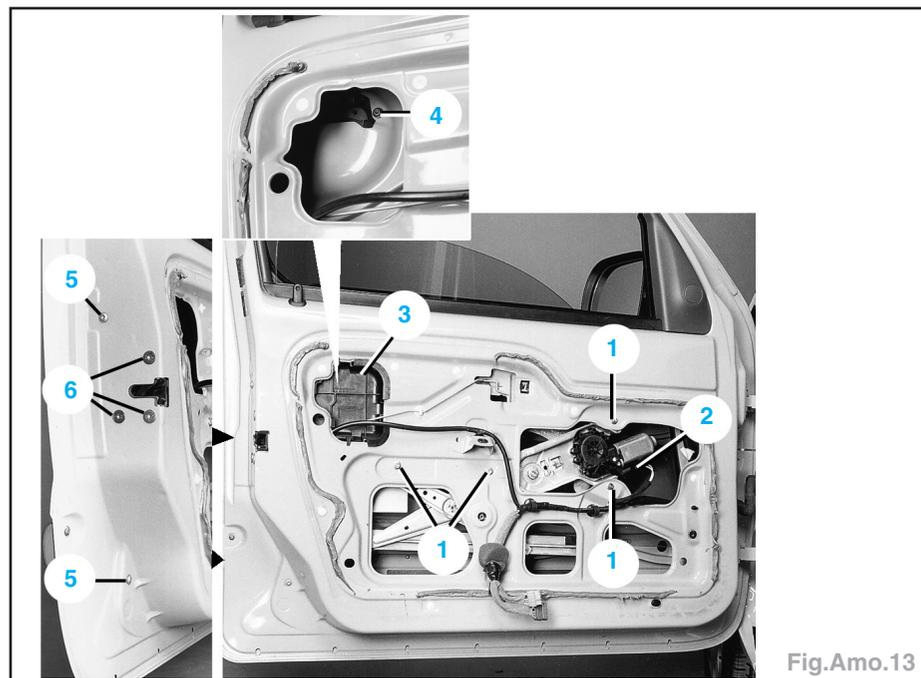

Fig.Amo.13
- Déposer les vis de fixation du mécanisme de lève-vitre (1) (Fig.Amo.13).
- Déposer le cache d'inviolabilité de la serrure (3) (Fig.Amo.13).